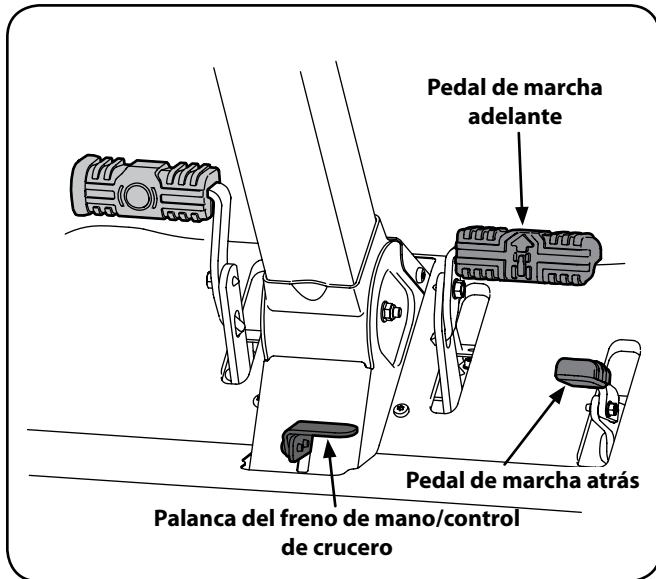

Figura 13
2. Para conducir hacia ADELANTE, presione lentamente el pedal de transmisión marcha adelante hasta alcanzar la velocidad deseada. Vea la Figura 13.
6. Para conducir marcha atrás, verifique que el área de atrás esté despejada. Luego presione lentamente hacia adelante el pedal de transmisión marcha atrás con la parte anterior de la planta del pie (NO con el talón) hasta alcanzar la velocidad deseada. Vea la Figura 13.